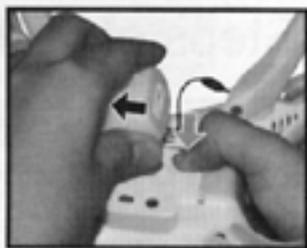

Figure 2
2. Maintenez le bouton de verrouillage sur la position « ouvert » et faites glisser la caméra hors de l'encoche prévue (Figure 2).
2. Dévissez puis retirez les vis de fixation des pales dans le sens inverse des aiguilles d'une montre (figure 2).
2. Ajoutez l'écrou de fixation sur le support, en veillant à ce que les trous des vis de l'écrou soient bien alignés avec ceux du fuselage (figure 2).